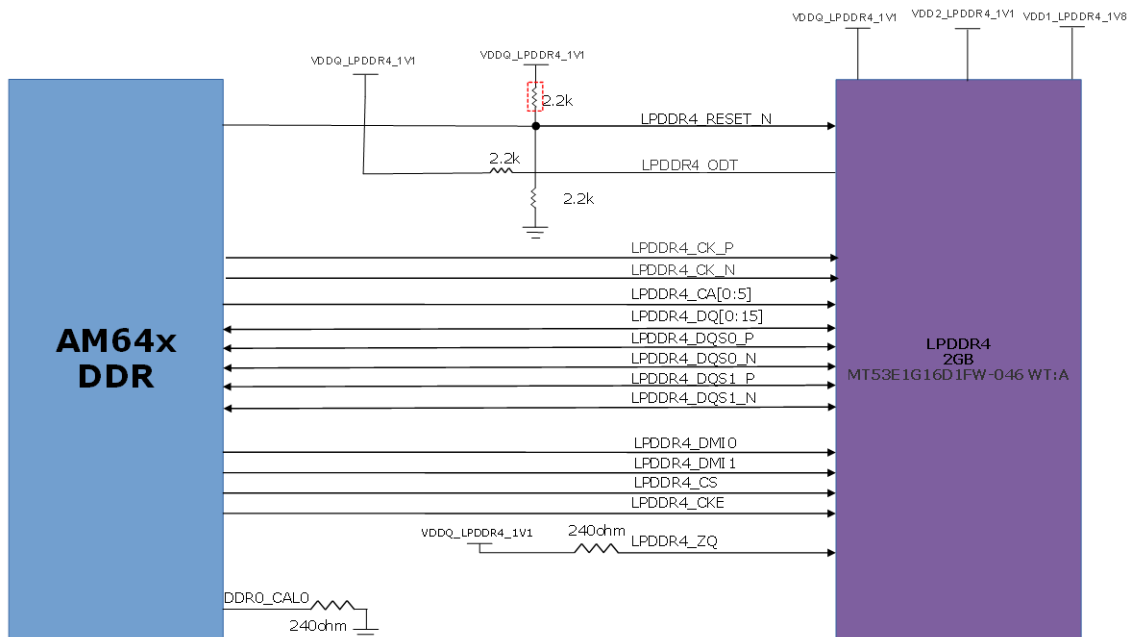

図 2-14. LPDDR4 インターフェイス
ODT (オンダイ終端) は、DQ、DQS、DM\_n 信号に適用されます。このデバイスは、3 種類の ODT モードを提供できません。規定値、ダイナミック、および終端値付きパーク:RTT (Park)、RTT (NOM)、および RTT (WR)。図 2-14 に LPDDR4 と AM64x 間の DDR インターフェイスを示します。